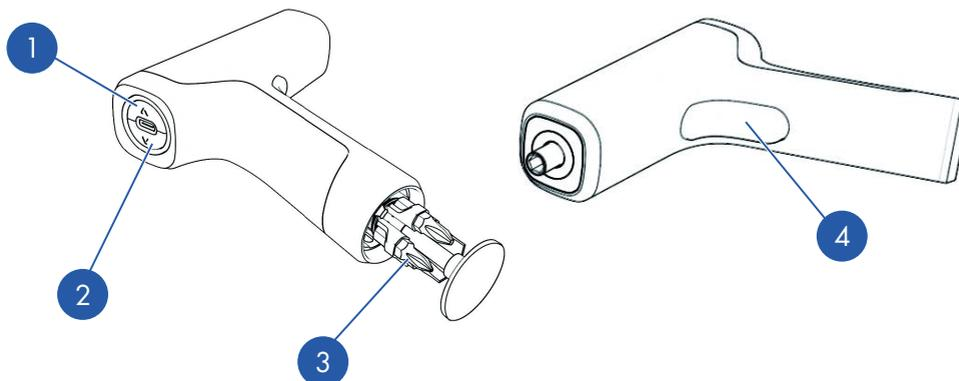

Abb. 4: Richtungstasten Rechtslauf/Linkslauf und Hauptschalter
Taste Drehmomentauswahl (Abb. 4/①):
- Um die Schraube festzuziehen, drücken Sie die Rechtslauttaste (Abb. 4/①) und den Hauptschalter (Abb. 4/④). Das Werkzeug dreht sich nach rechts und dreht die Schraube ein.
- Um die Schraube zu lösen, drücken Sie die Linkslauttaste (Abb. 4/②) und den Hauptschalter (Abb. 4/④). Das Werkzeug dreht sich nach links und dreht die Schraube heraus; die vier weißen LEDs leuchten nacheinander entgegen dem Uhrzeigersinn.
1. Drücken Sie zum Einstellen des Drehmoments die Taste Rechtslauf/Drehmomentauswahl (Abb. 4/①); siehe die Tabelle **Drehmomentauswahl**.
1. Drücken Sie den Werkzeugboden, um das integrierte Bitmagazin freizugeben (Abb. 4/③).